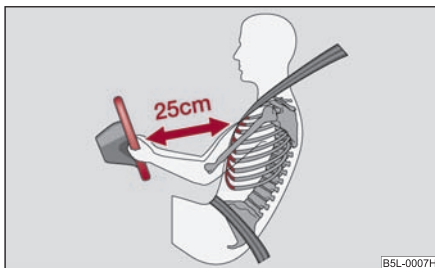

Fig. 123 Distanța sigură față de volan
- Între conducător și volan trebuie să existe o distanță de cel puțin 25 cm ⇒ fig. 123. Dacă nu se respectă această distanță, sistemul airbag nu își poate exercita eficiența maximă – Pericol!